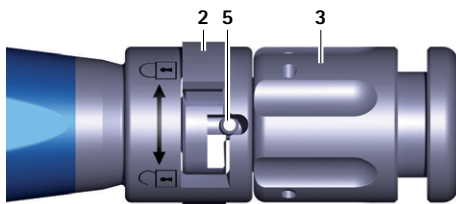

Fig. 4 Grande plano do instrumento introdutor, implante de ensaio/implante tensionado
- ▶ Rodar a porca giratória 3 no instrumento introdutor A no sentido horário (sentido "back"), até o implante de ensaio ficar sob tensão, ver Fig. 4.
- Rodar a porca giratória **3** no instrumento introdutor **A** no sentido horário (sentido: „back“), até o implante ficar sob tensão, ver Fig. 4.